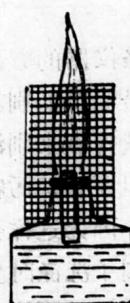

图2 加罩酒精灯
4. 为了获得稳定（不跳动）和较高温度的灯焰，可以加一圆筒形纱罩如图2。